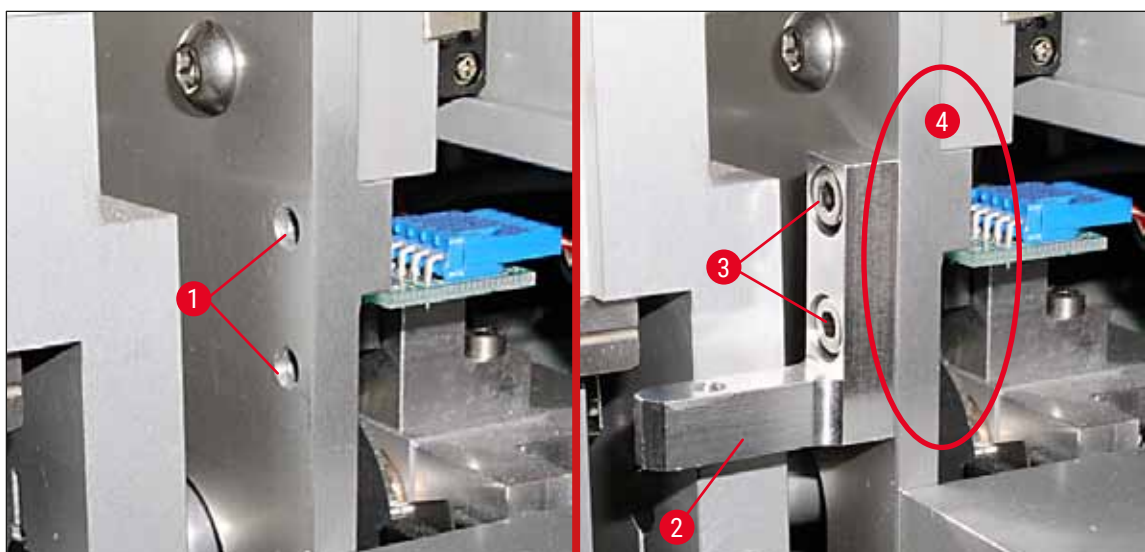

Fig. 21
2. In primo luogo fissare la staffa di montaggio (→ Fig. 21-2) nei fori (→ Fig. 21-1) della parete dell'alloggiamento (→ Fig. 21-4) con le due viti (→ Fig. 21-3). Prestare attenzione che la staffa di montaggio sia parallela all'angolo della parete di alloggiamento (ellisse, (→ Fig. 21)).
2. Nel caso in cui il bordo del vetrino portaoggetto tocchi il coperchio del supporto spazzola, si può regolare con precisione allentando le viti (→ Fig. 21-3) sulla parete di alloggiamento (→ Fig. 21). A tal fine sfruttare il gioco disponibile nei fori.